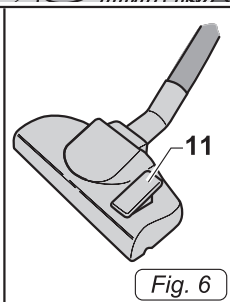

Fig. 6
- Conectar a las extensiones (10 Fig. 6) el suplemento deseado (boquilla de aspiración, cepillo de escobilla, boquilla pulverizadora, cepillo multiuso, etc.)
- Para limpiar suelos duros, parquet, etc. presionar hacia atrás la palanca (11 Fig. 6) y extraer las cerdas del cepillo.
- Para aspirar tapetes, alfombras, etc. presionar hacia adelante la palanca (11 Fig. 6) dejando que las cerdas entren en el cepillo.